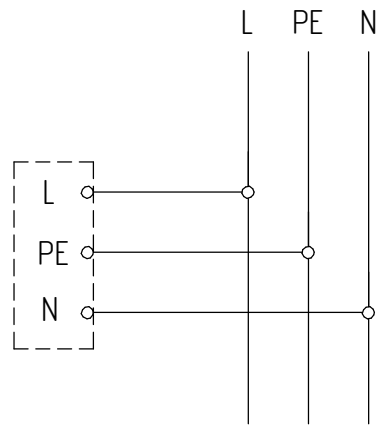

Рисунок 3 - Схема подключения светильника без управления к сети
5.4 Подключите светильник к электрической сети согласно схеме, приведённой на рис. 3.